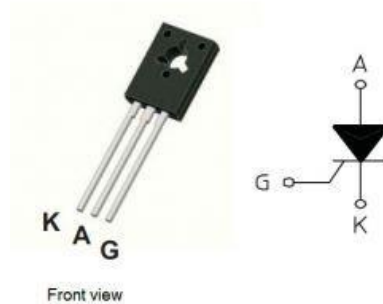

Figura 7. SCR.
- **SCR:** Dispositivo de potencia encargado de controlar la tensión en la carga. Su diagrama está en la Figura 7, donde al recibir un pulso de activación en la compuerta Gate, permite el flujo de corriente entre ánodo y cátodo. Su funcionalidad le impide tener un control de apagado, por lo que es necesario que la tensión entre sus terminales sea cero. Por esta razón se apoya de la señal rectificada. El control de disparo se da mediante el circuito CD